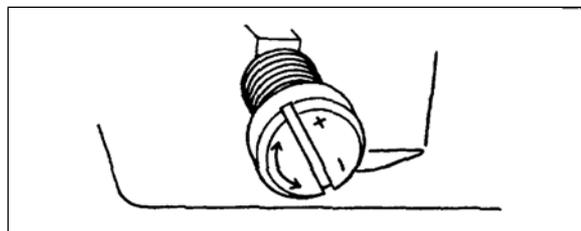

Figure 37 Vis de réglage pour graissage de la pince
- ▶ Corriger la quantité de graissage par le réglage de la vis de réglage (Figure 37).